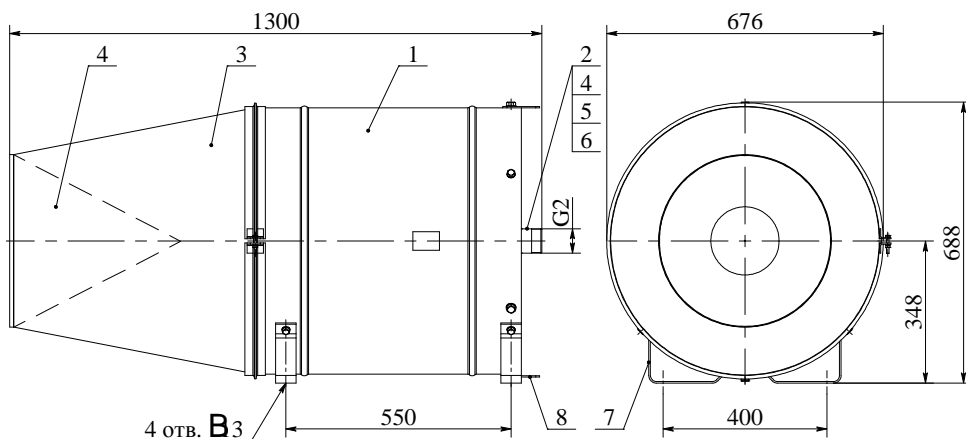

Рисунок 1 – «Атлант-2 (3, 4)»
4.1 Генератор состоит из корпуса 1, коллектора 2, внешней 3 и внутренней 4 сеток (рисунок 1 и 2). Раствор пенообразователя из коллектора на сетки подается через равномерно расположенные насадки 5. Коллектор оснащен встроенным фильтром 6. Для закрепления генератора на объекте служат опоры 7. Для зачаливания используются петли 8. Подключение производится через патрубок с резьбой G2 или фланец DN 50.